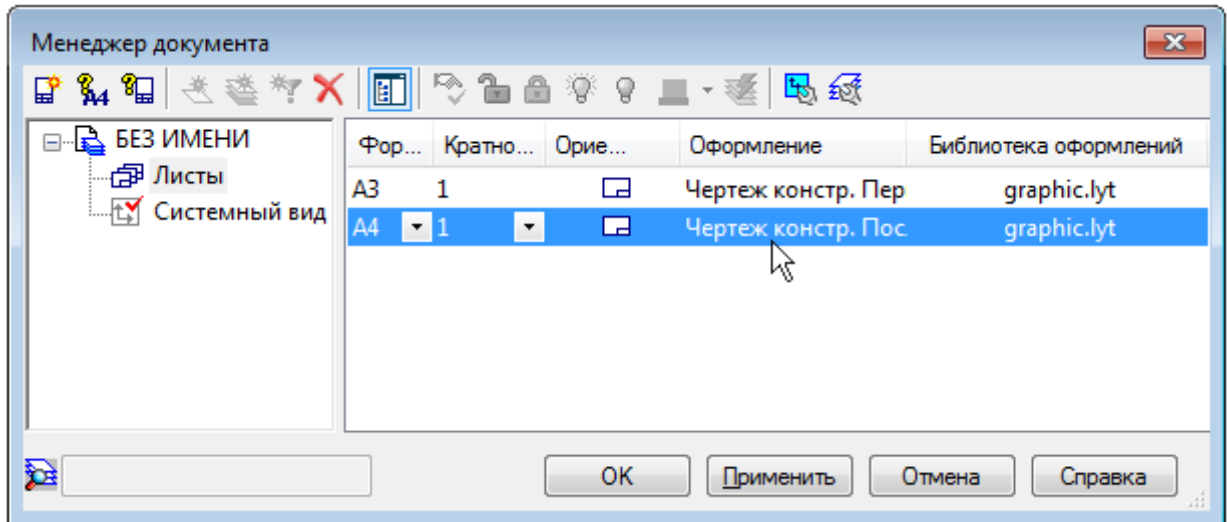

Рисунок 20
- 3) Щелкните мышью в графе Оформление (рис. 20).